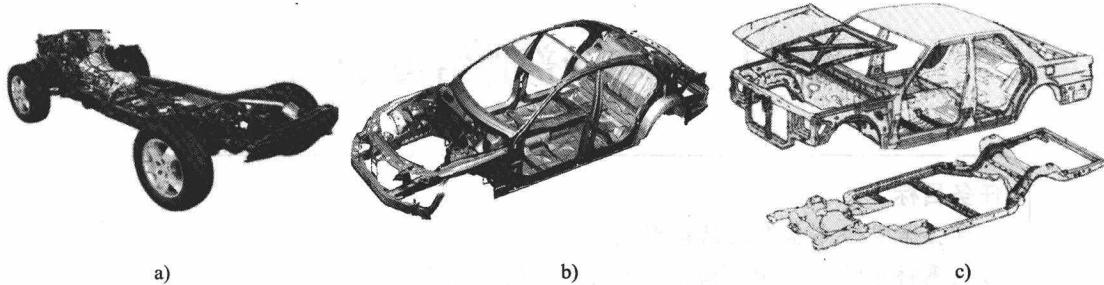

图 1—1—2 车身按承载方式分类
(1) 车身按承载方式可分为承载式车身、半承载式车身和非承载式车身，如图 1—1—2 所示。